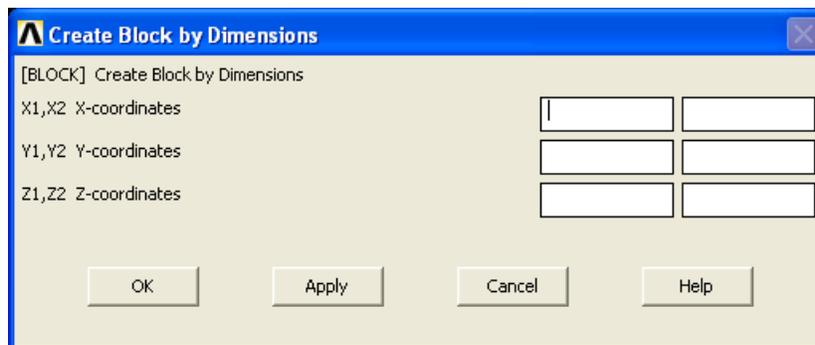

Рисунок 66. Диалоговое окно создания параллелепипеда по координатам:
При его использовании появляется диалоговое окно **Create Block By Dimensions** (Рисунок 66), в котором следует ввести координаты создаваемого параллелепипеда, и нажать **OK**.
где **$X1, X2, Y1, Y2, Z1, Z2$** - параметры описанные выше (Рисунок 66).
- В появившемся диалоговом окне следует ввести следующие данные (Рисунок 66):